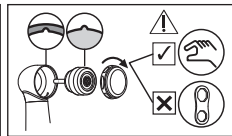

Fig. 39
- 7 Insérez la nouvelle cartouche dans la tête en alignant l'ergot de la cartouche avec la fente de la tête (Fig. 39). (S-Max pico n'a ni ergot ni fente).